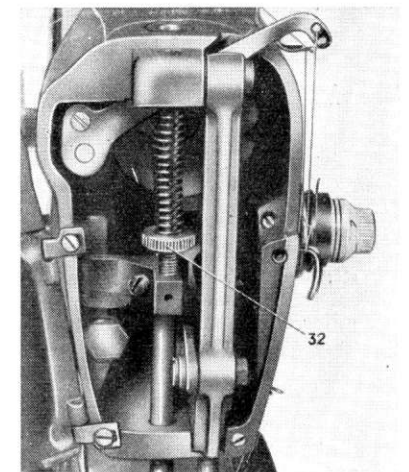

Fig. 18.
Om met de machine een goed stiksel te maken en de stof op de juiste wijze te transporteren, moet de persvoet (1) naar beneden zijn. Met de persvoethefboom (35) kan de persvoet (fig. 18) naar boven
3. Druk van de persvoet te groot; draai de regelingsschroef (32, fig. 18) naar links.